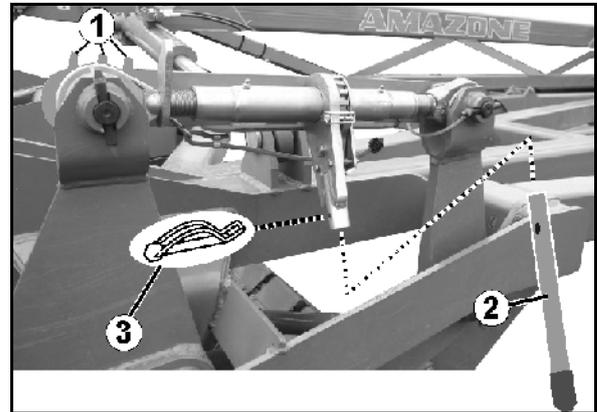

Fig. 46
Para ajustar el husillo a la misma longitud, la escala (Fig. 46/1) deben señalar sobre las mismas marcas sirve de ayuda
2. Sujetar la palanca de mano (Fig. 46/2) con el pasador clavija (Fig. 46/3) en la carraca (Fig. 46).